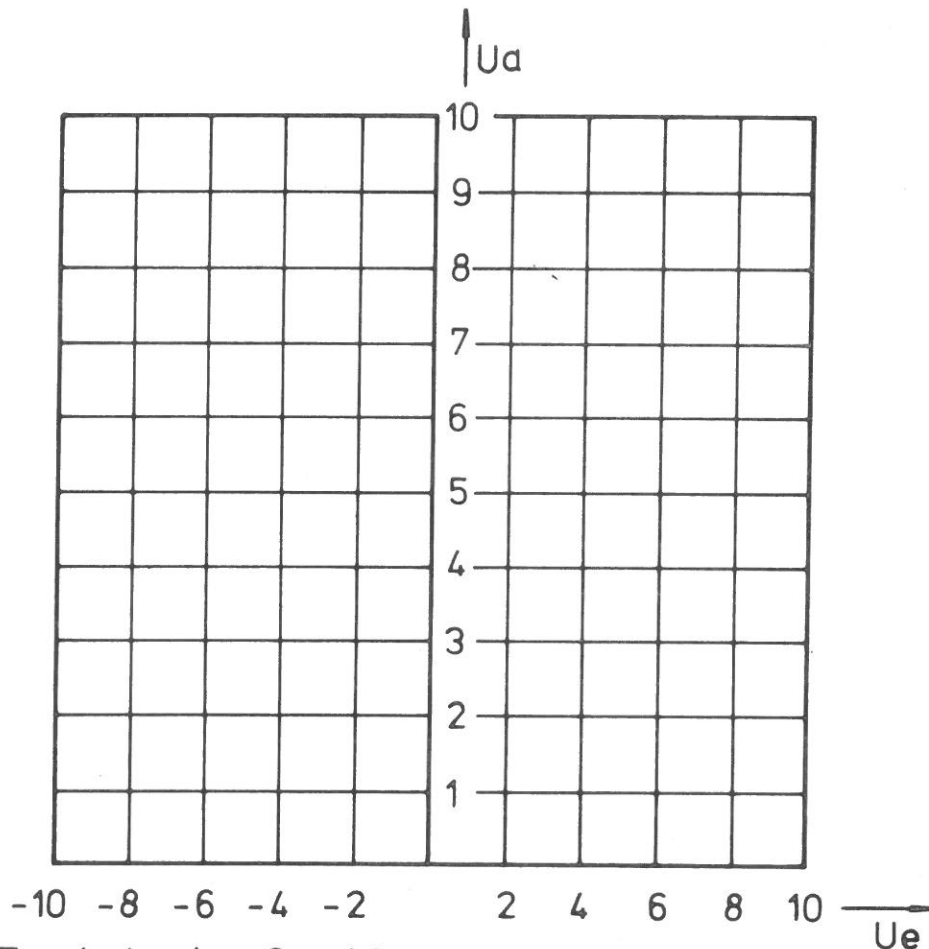

Bild 4 Ergebnis der Quadrierung
4.2 Stelle die sich ergebende Kurve in nachstehendem Maßstabsblatt (Bild 4) ein